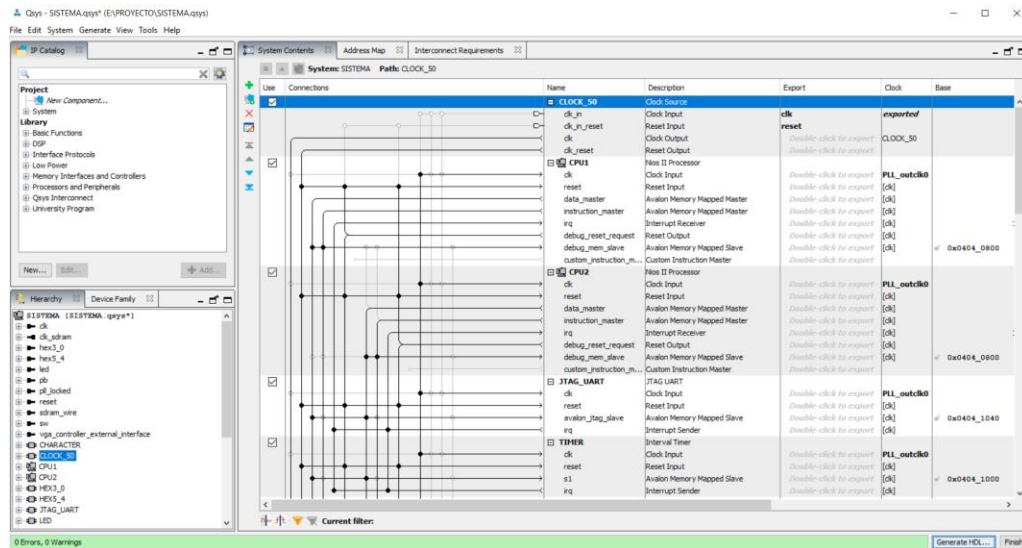

Ilustración 8: Herramienta de Qsys.
11. Haga clic en **Generate HDL** que se encuentra en la parte inferior derecha, tal como se muestra en la ilustración 8.